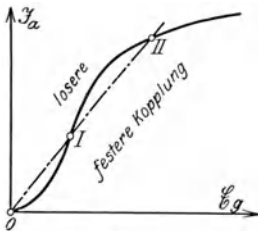

Abb. 35.
**12. Schwingungserzeugung.** Legt man an das Gitter der Röhre eine Wechselspannung  $u_g$ , so entsteht im Anodenkreis ein Wechselstrom  $i_a$ . Den Zusammenhang zwischen den Höchst- oder Effektivwerten dieser beiden Größen bezeichnet man als Schwingkennlinie (Abb. 35). Leitet man den
entbehren. Den Zusammenhang zwischen dem Anodenwechselstrom und der durch die Kopplung hervorgerufenen Gitterspannung nennt man die Rückkopplungslinie. Sie ist meistens eine Gerade. Abb. 35 enthält eine Schwingkennlinie und eine Rückkopplungsgerade. Als Abszisse bzw. Ordinate sind die Höchstwerte der — sinusförmig verlaufenden — Gitterspannung bzw. Anodenstromstärke gewählt. Beide Linien schneiden sich dreimal; zuerst im Nullpunkt, der hier nicht interessiert; sodann in den Punkten I und II. Im Punkt I besteht Gleichgewicht zwischen  $\mathfrak{E}_g$  und  $\mathfrak{S}_a$ . Wenn aber zufällig  $\mathfrak{S}_a$  ein wenig wächst oder abnimmt, dann arbeitet sich die Schwingung zum Punkt II hinauf oder nach 0 hinab: I ist ein labiler Punkt. Die Kurve zeigt noch mehr: Sind die ursprünglichen Schwingungen schwächer als dem Punkt I entspricht, dann reißen sie nach dem Abschalten der Wechselstromquelle ganz ab. Eine Selbsterregung ist bei schwachem Anstoß nicht möglich. Nur wenn der erste Anstoß genügend stark ist, so daß man gleich über den Punkt I hinauskommt, können dauernde Schwingungen auftreten, entsprechend dem Punkt II.